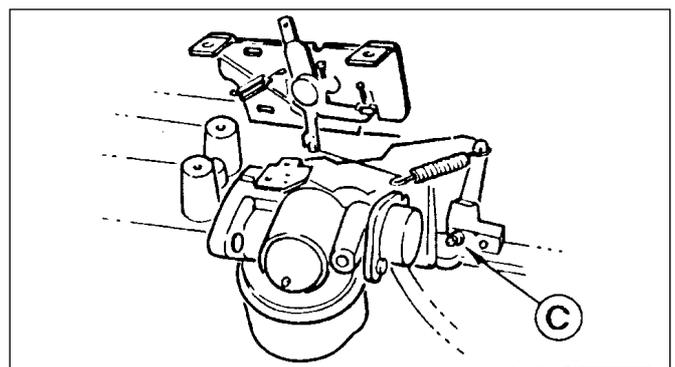

Abb. 21
**ANMERKUNG** – Schraube (C) des Fliehkraftreglerhebels ist eine Linksgewinde (Abb. 21)